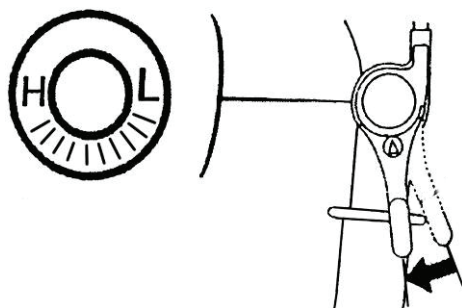

рис.9
6.1.1 Запуск ручным стартером (см. рис. 9 и 10)
- перевести рычаг дроссельной заслонки немного влево, как показано на рис.9;
После прогрева двигателя в течение 10-40 секунд (в зависимости от начальной температуры), переведите рычаг управления дроссельной заслонкой (рис.9) в положение «минимально».
- перевести рычаг регулировки дроссельной заслонкой (рис.9) в положение «минимально»;